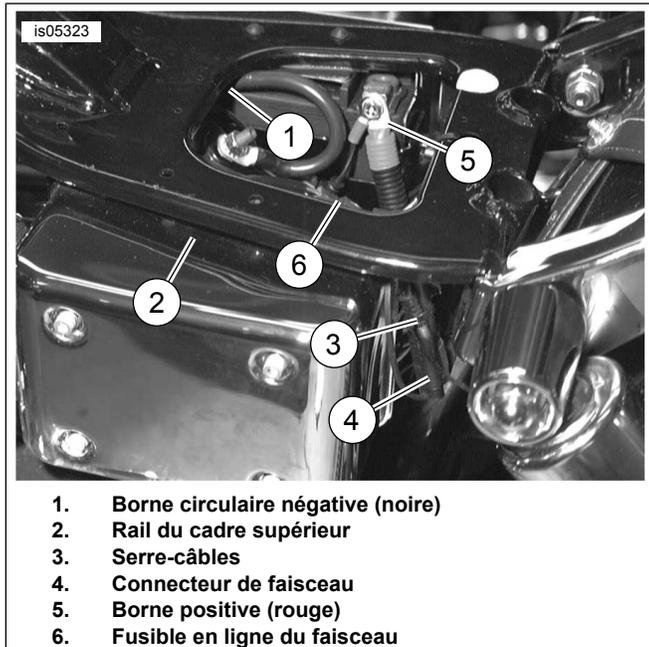

Figure 5. Acheminement du faisceau de batterie FXD (Dyna) (modèles de 2005 et plus anciens)
1. Voir Figure 5. Acheminer le connecteur de faisceau (4) vers le côté opposé (gauche) du cadre. Rentrer correctement le fusible en ligne (6) dans la zone d'emboîtement de la batterie.